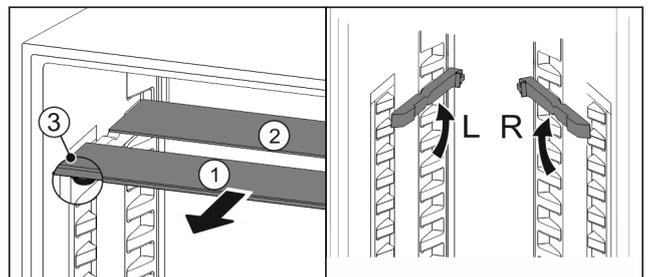

Fig. 133
- ▶ Glasplatten einzeln nach vorne herausziehen *Fig. 133 (1)*.
- ▷ Glasplatte *Fig. 133 (1)* mit Zierleiste liegt vorne.
- ▷ Stopps *Fig. 133 (3)* zeigen nach unten.